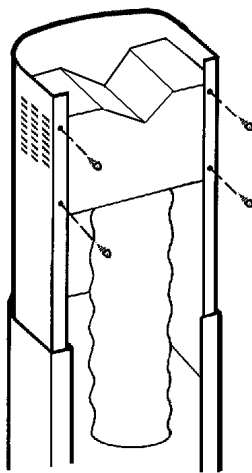

fig.11
2. Positionnez et fixez le déflecteur à l'aide des 4 vis sur la cheminée supérieure (fig. 11).
4. Raccordez un tuyau souple en matière autoextinguible de Ø 125 mm au déflecteur (fig. 11).